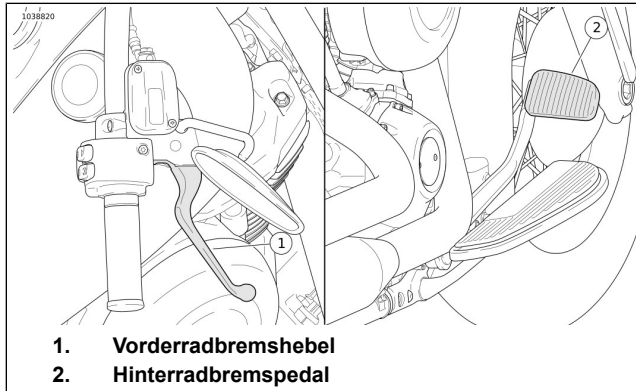

Abbildung 31. Bedienungselemente für Bremsen
Siehe Abbildung 31. Mit dem Vorderradbremsehebel (1) wird die Vorderradbremse betätigt. Der Bremshebel befindet sich auf der rechten Lenkerseite. Den Handhebel mit den Fingern der rechten Hand betätigen.
Siehe Abbildung 31. Mit dem Hinterradbremspedal (2) wird die Hinterradbremse betätigt. Das Bremspedal befindet sich auf der rechten Seite. Das Hinterradbremspedal mit dem rechten Fuß betätigen.